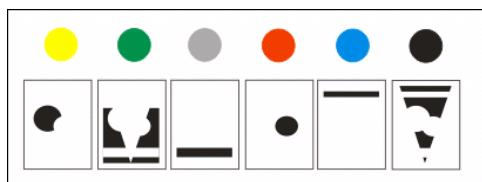

Imagen 011_03
- Se requiere de una película por cada color de impresión (Imagen 011_03)